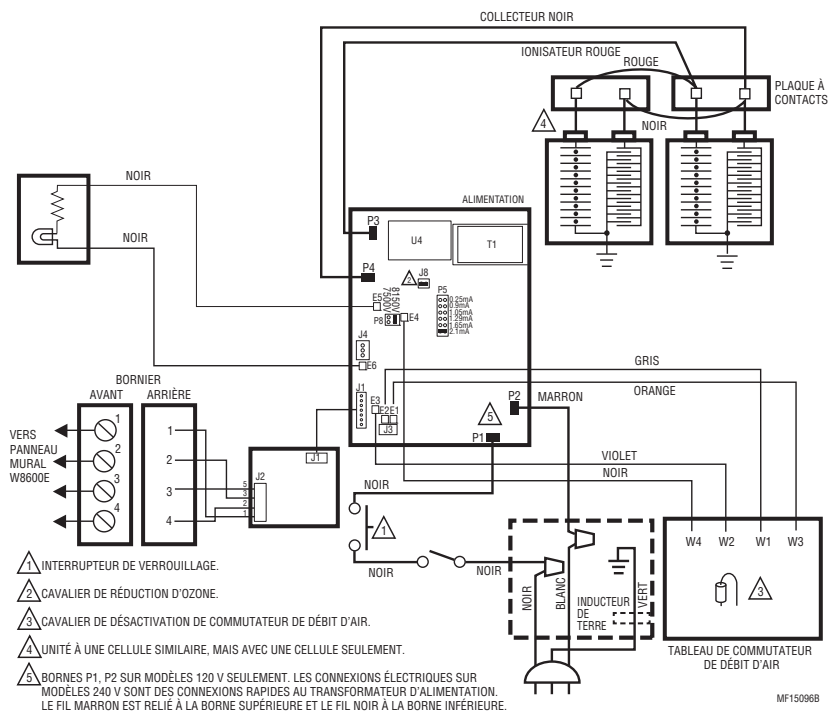

Fig. 3. Schéma interne pour l'épurateur d'air électronique F50F et F58F avec W8600E.
- Brancher l'épurateur d'air électronique directement dans la prise de tension et de fréquence correctes ou rétablir l'alimentation pour les dispositifs directement câblés. Voir les Fig. 3 et 4 pour les schémas internes. L'épurateur d'air fonctionne correctement sur toutes les vitesses de ventilateur d'un système à vitesses multiples ou modulées câblé avec conduit ou branché.